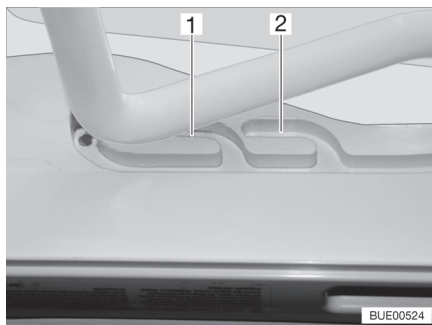
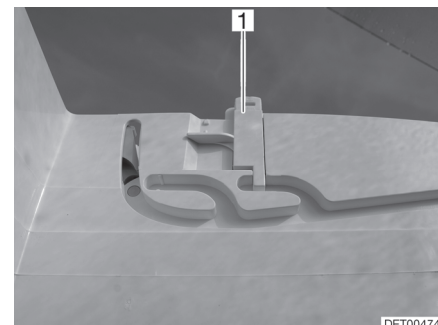

Fig. 19 Guida (posizione di ricircolo d'aria)
Fig. 20 Bloccaggio (posizione di ricircolo d'aria)
È possibile portare l'oblò Heki in due posizioni di ricircolo d'aria: Posizione brutto tempo (Fig. 19,1) e posizione centrale (Fig. 19,2). A seconda del modello è possibile bloccare l'oblò nella posizione centrale con il chiavistello (Fig. 20,1).
- Premere la staffa leggermente verso l'alto, spingerla nella guida selezionata (Fig. 19,1 o 2) ed eventualmente bloccarla.